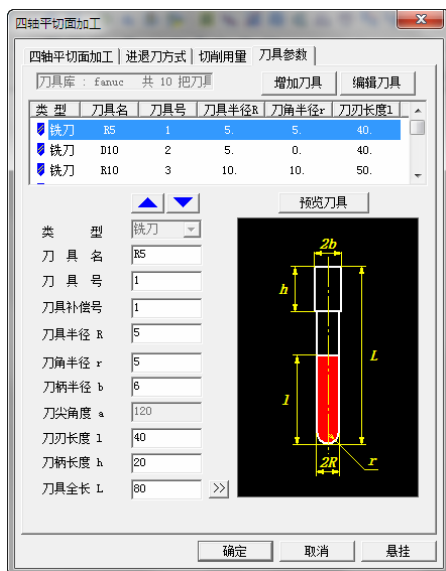

图 8-224 “刀具参数”选项卡
4) 单击“刀具参数”选项卡,选择刀具名称为“R5”球头铣刀。具体“刀具参数”数值如图 8-224 所示。